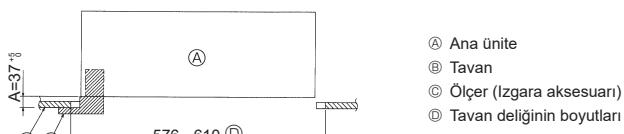

Fig. 4-6
- Ana ünite tavandaki montaj deliğiyle hizalanamıyorsa, montaj levhasındaki bir yarık vasıtısıyla ayarlanabilir. (Fig. 4-6)